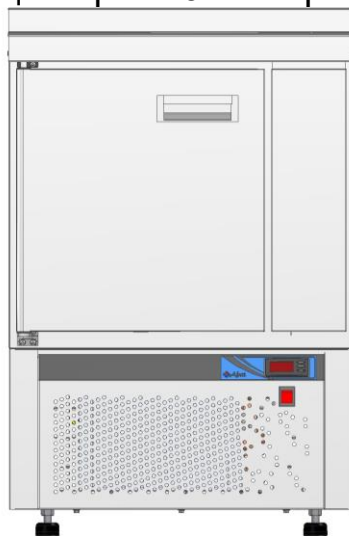

Рис. 1 СХС-70Н
- стол холодильный среднетемпературный с нижним расположением агрегата СХС-70Н столешница нерж. 202 с бортом (дверь) (см. рис. 1);